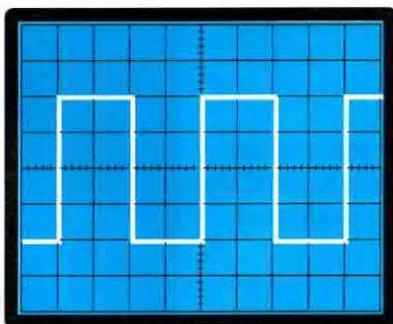

Fig.3 Per ottenere un'onda quadra con un duty - cycle del 50% dobbiamo ruotare il commutatore decimale sul numero 5.
**Fig.8** Se ruotiamo il commutatore decimale sul numero 5 collegheremo automaticamente il piedino d'uscita 1 dell'integrato 4017 al piedino Reset del flip/flop. Così collegato, il primo impulso porterà l'uscita di questo flip/flop a "livello logico 1", ma perché questo si riporti nuovamente a "livello logico 0" dovremo attendere che sul piedino di Reset giunga il 5° impulso (vedi fig.6) e di conseguenza otterremo in uscita un'onda quadra con un duty - cycle del 50% come visibile in fig.3.